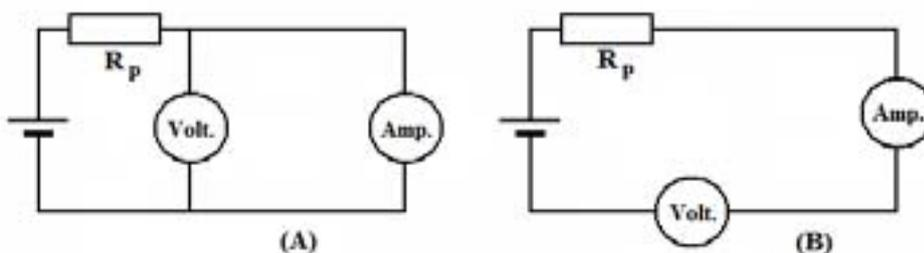

Figura 3.2 – Circuito usado para medir a resistência interna do amperímetro e do voltímetro.
- i. Monte os circuitos mostrados na figura 3.2 (a) e (b) usando a placa para circuitos. Use uma resistência de proteção,  $R_p$ , igual a 33 Ohms;